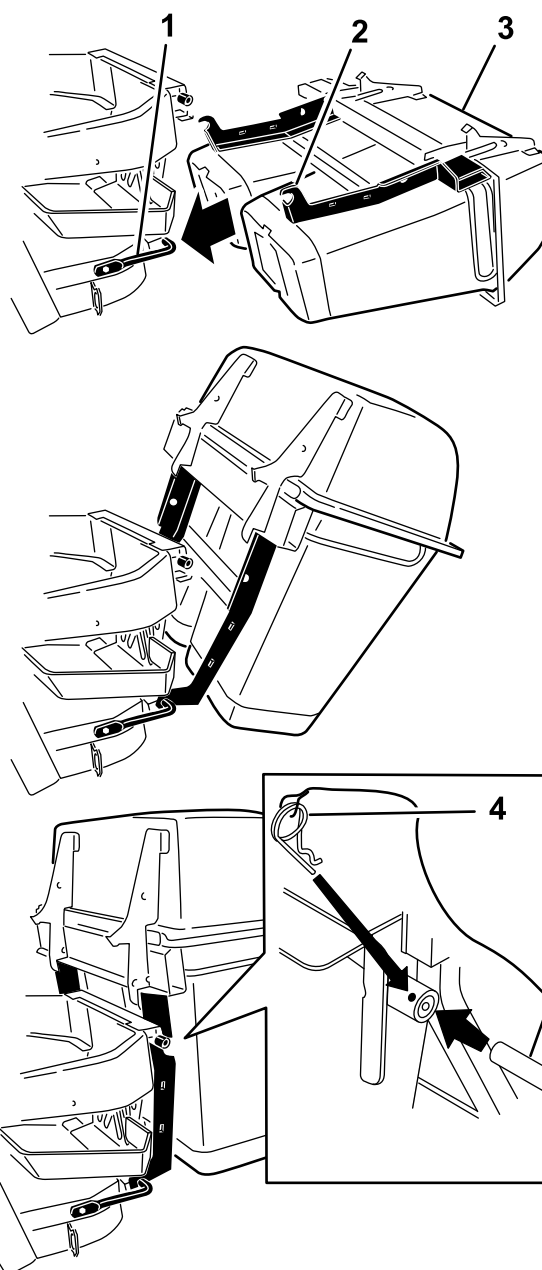

Figura 6
5. Instale el pasador en cada lado, sujetándolo con la chaveta (Figura 6).
- Deslice los ganchos sobre el soporte de montaje inferior (Figura 6).
- Gire el conjunto del capó hacia arriba sobre el soporte de montaje inferior del ensacador (Figura 6).
- Alinee el taladro del ensacador con el soporte de montaje superior (Figura 6).